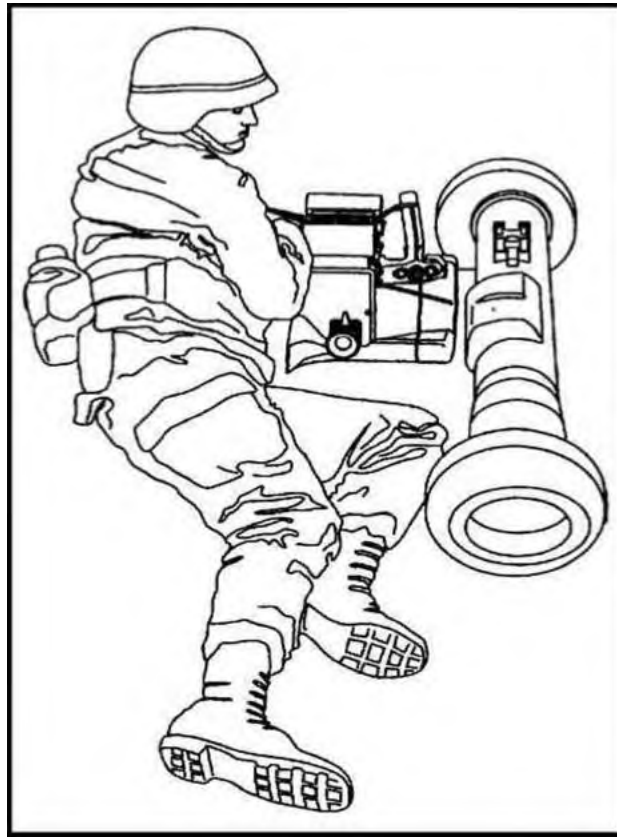

Рисунок 6.46 – Підготовка до приєднання командно-пускового блоку (CLU)
4) лягти на лівий бік уздовж лівої сторони пускового контейнеру поруч із сумкою для перенесення (рисунок 6.46). Притиснутися до землі, щоб обмежити спостереження за вашим рухом;